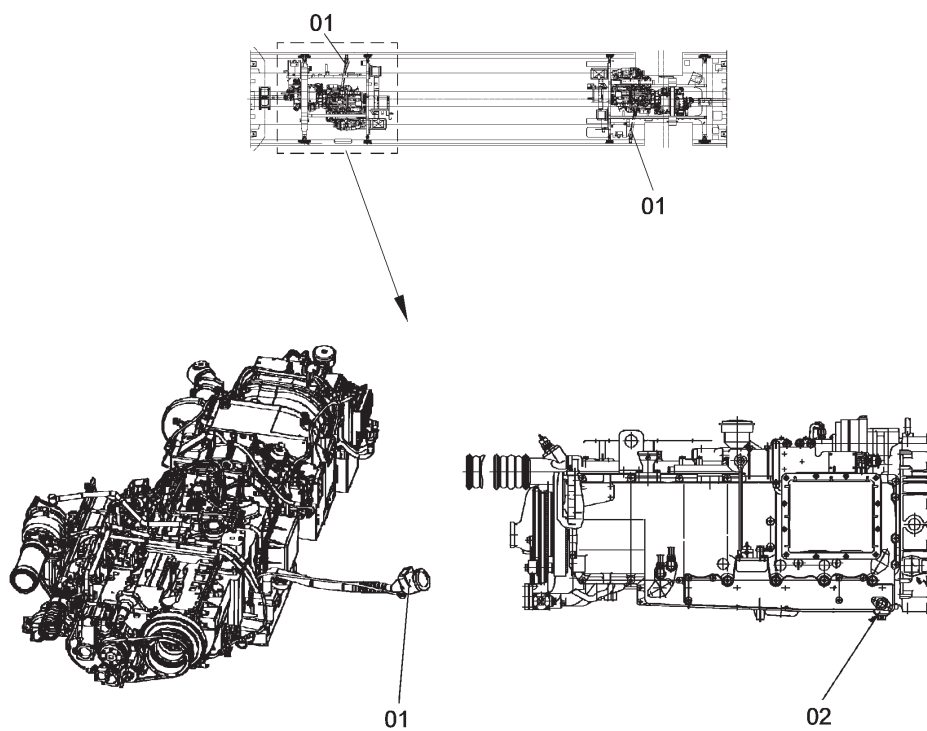

Figura 2-34. Motores de tracción
2.8.1 Motores de tracción (figura 2.34)